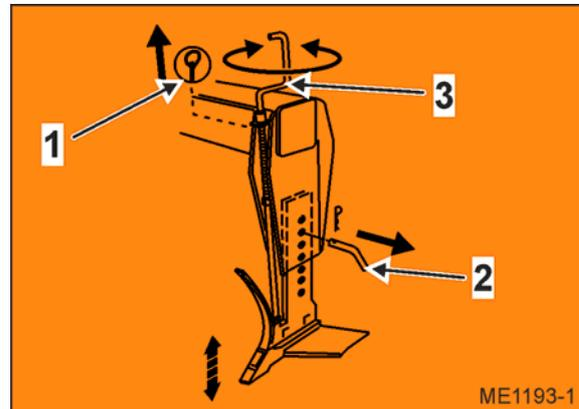

Fig. 28
3. Enlevez la goupille (Fig. 28/1).
4. Sortez l'axe (Fig. 28/2). L'axe est goupillé en sécurité.
5. Réglez la profondeur de travail souhaitée pour le soc en tournant la manivelle (Fig. 28/3).